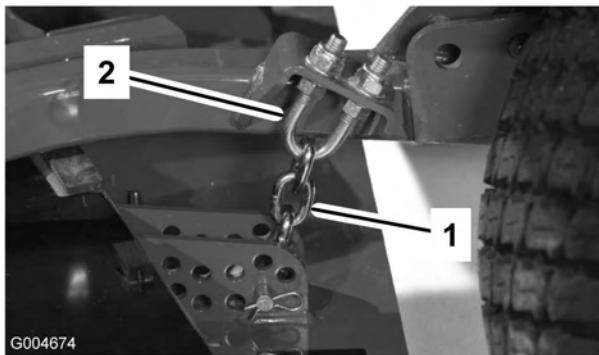

Figure 86
1. Desserrez les écrous de blocage en haut ou en bas de l'étrier fileté de la chaîne de hauteur de coupe (Figure 86).